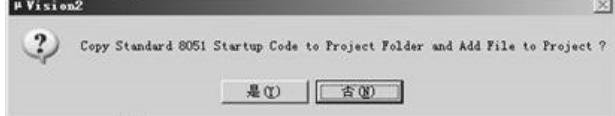
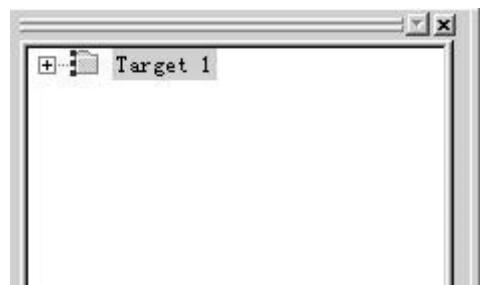
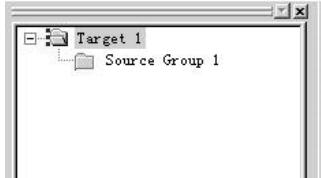
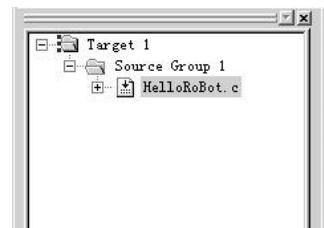

图 1-11 是否加载 8051 启动代码提示窗口
图 1-12 目标工程窗口
图 1-14 添加 C 语言文件到目标工程
图 1-15 添加了 C 语言文件的目标工程
(3) 这里要求我们选择芯片的类型，Keil μVision2 IDE 几乎支持所有的 51 核心单片机，并以列表的形式给出。本书使用的是 ATMEL 公司的 AT89S52，在 Keil μVision2 IDE 提供的数据库（Data base）列表中找到此款芯片，然后单击“确定”按钮，会出现如图 1-11 所示的窗口，询问是否加载 8051 启动代码，在这里我们选择“否”，不加载。如果选择“是”，对程序没有任何影响。若感兴趣，可选择“是”，看看编译器加载了哪些代码。之后，会出现如图 1-12 所示窗口，此时即得到了项目文件。
(1) 单击图 1-12 中的“+”，将出现如图 1-14 所示的列表。
(2) 右击“Source Group 1”，在出现的菜单下选择“Add File To Group→Source Group 1”，出现 Add Files to Group Source “Group1”对话框。在该对话框中选择需要添加的程序文件，如刚才建立的 HelloRobot.c，单击“Add”按钮，把所选文件添加到项目文件中。一次可添加多个文件。
(3) 程序文件添加到项目文件后，这时图 1-14 中“Source Group 1”的前面将出现一个“+”号；单击它将出现刚才添加的源文件名，如图 1-15 所示（注意，图 1-15 中显示的文件名是刚才输入的文件名）。